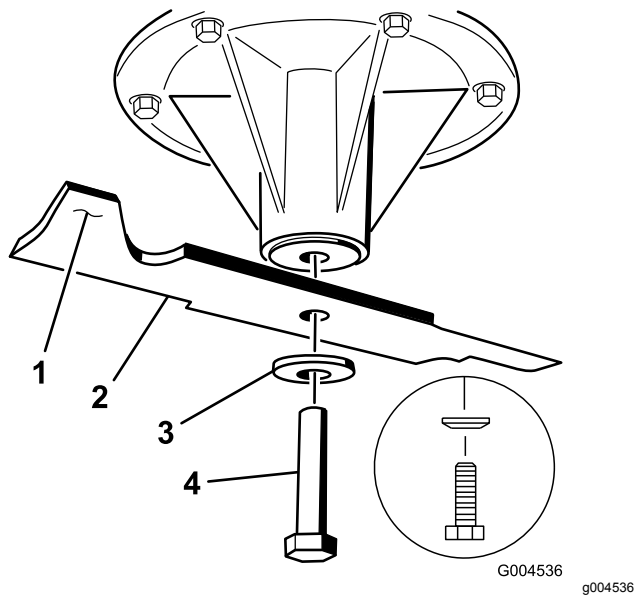

Bild 82
2. Entfernen Sie die Messerschraube, Federscheibe und das Messer von der Spindelwelle (Bild 82).
wenn das Schnittmesser nicht ausgewuchtet ist, vom Flügelbereich des Messers etwas Metall ab (Bild 82). Wiederholen Sie diesen Vorgang, bis das Messer ausgewuchtet ist.
1. Setzen Sie das Messer auf die Spindelwelle (Bild 82).
2. Setzen Sie die Wellenscheibe und die Messerschraube ein. Der Konus der Wellenscheibe muss in Richtung Schraubenkopf zeigen (Bild 82). Ziehen Sie die Messerschraube bis auf 115-150 N·m an.